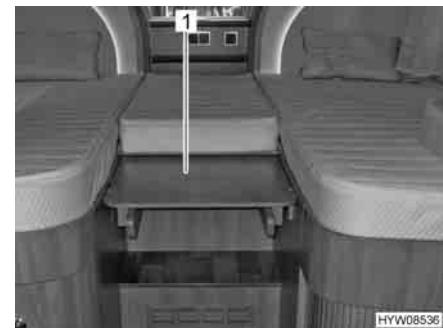

Fig. 78 Estrazione dell'ampliamento
- Afferrare ed estrarre l'ampliamento (Fig. 78,1). Insieme all'ampliamento viene estratta anche la scaletta.